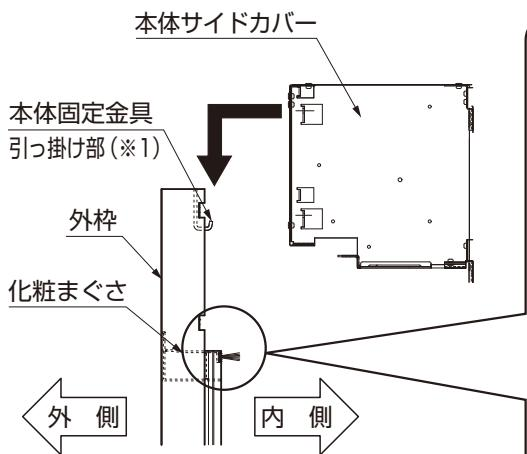

図5-1 シャッター本体の取付け
- ①シャッター本体をダンボールから取出したら、シャッター本体の裏面から出して、電源ケーブルとアース線を伸ばして端部をシャッター本体の上に仮に載せてください。
- ②本体サイドカバーを持ち、シャッター本体を化粧まぐさの上に載せてください。（図5-1参照）
- 電源ケーブルとアース線を、シャッター本体と化粧まぐさの間にはさみ込まないように、上に出してください。（図5-1参照）
- ⑤シャッター本体が本体固定金具に掛かっていることを再度確認して、シャッター本体を本体固定金具に【26-8】で取付けてください。